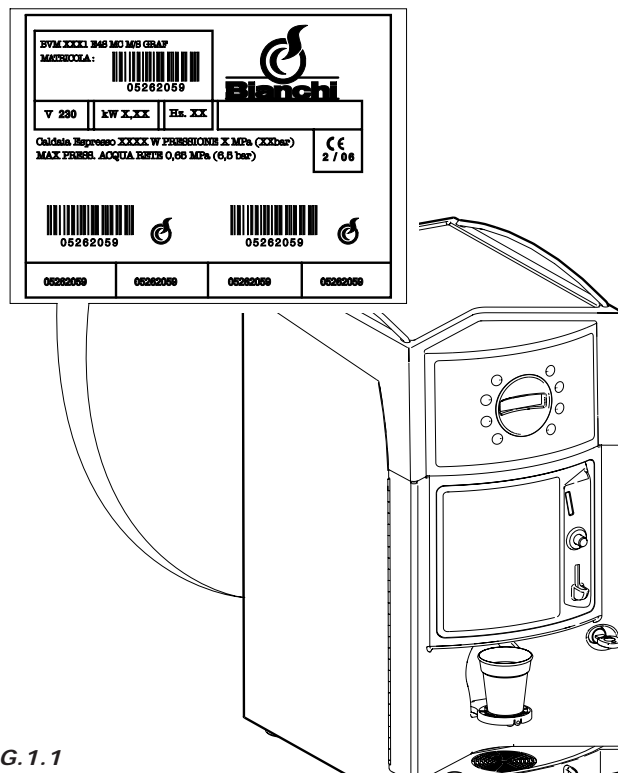

FIG. 1.1
- os dados indicados sobre a matrícula (Fig. 1.1)